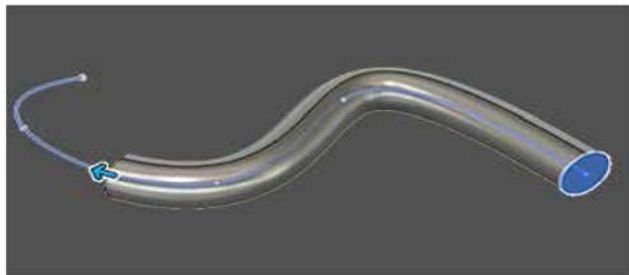

图 2-46
(3) **扫掠**: 沿选定的路径扫掠草图轮廓或平整面。选择一系列草图轮廓或平整面以定义形状, 选择轨道或中心线以引导形状, 如图 2-46 所示。